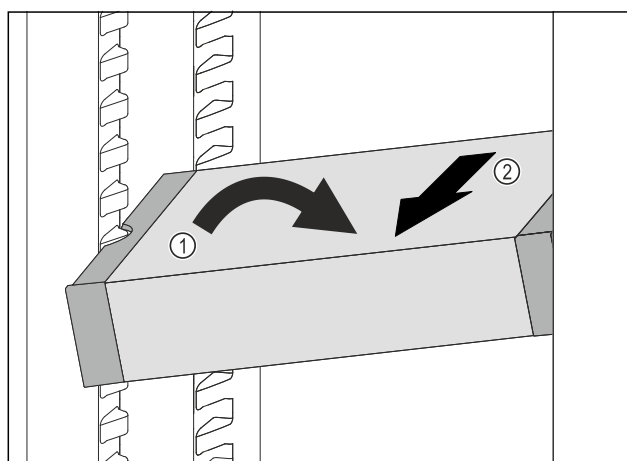

Fig. 111
- Coloque el VarioSafe en el compartimento del frigorífico en posición oblicua. Fig. 111 (1)
- Extraiga el VarioSafe hacia delante. Fig. 111 (2)